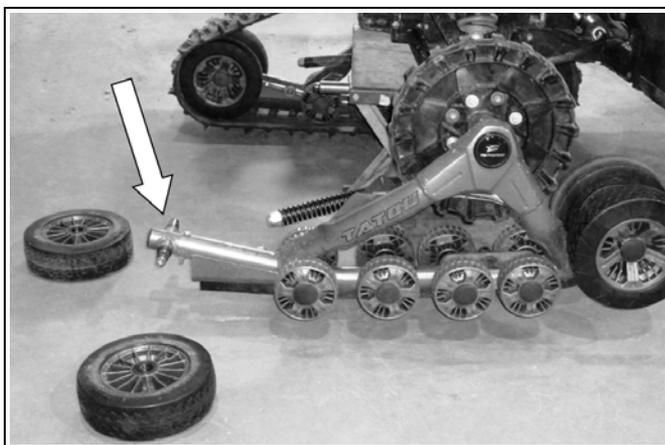

Abbildung 15
- Nehmen Sie die beiden 255-mm Laufräder, die am gegenüberliegenden Ende vom Kettenspanner angebracht sind, ab (siehe Abbildung 15)